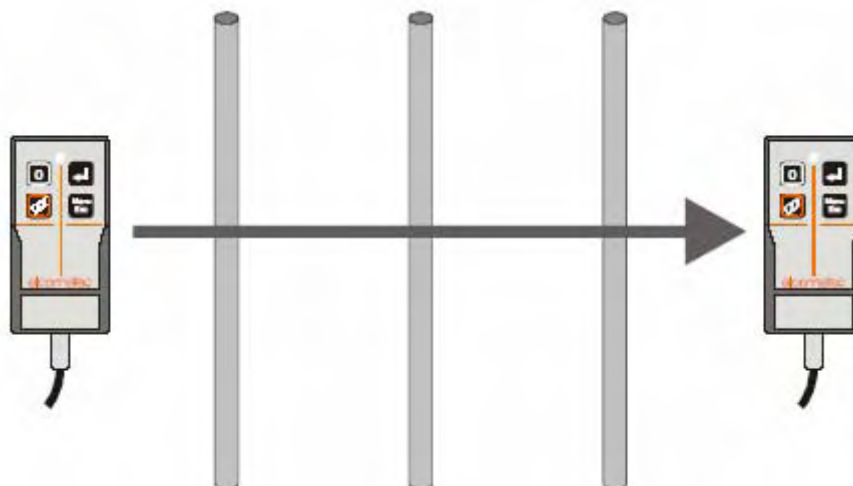

図9: サーチヘッドを鉄筋と平行にして横に走査。
- サーチヘッドと鉄筋の平行を維持したまま、サーチヘッドを探知区域を横切るように移動させます(図9)。